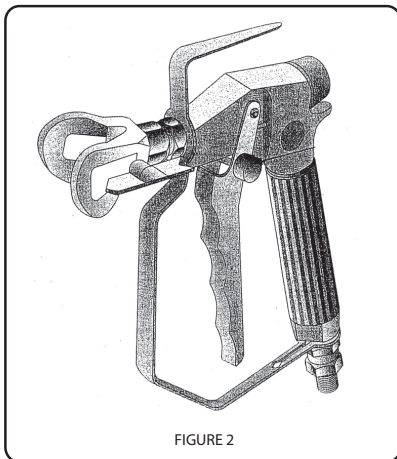

FIGURE 2
- 1 Pour enciencher la sécurité du pistolet (empêcher l'ouverture de la détente du pistolet), placez la détente du pistolet vers l'avant (position fermée), et tournez l'aiguille (n° 1 - figure 2) jusqu'à ce qu'elle bute contre le corps du pistolet. Vérifiez que la détente est bloquée.
- 2 Pour enlever la sécurité du pistolet, placez la détente du pistolet vers l'avant (position ouverte) et tournez l'aiguille (n° 1 - figure 2) jusqu'à ce qu'elle bute sur la détente.